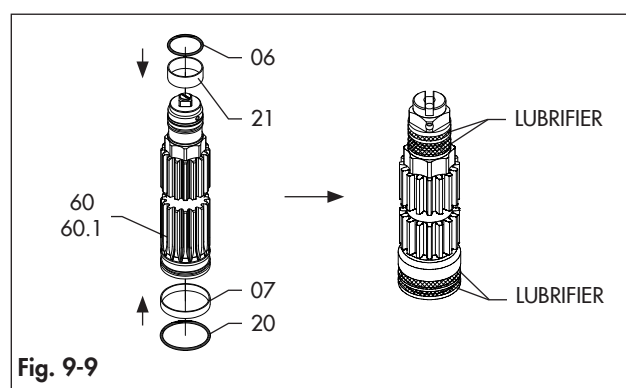
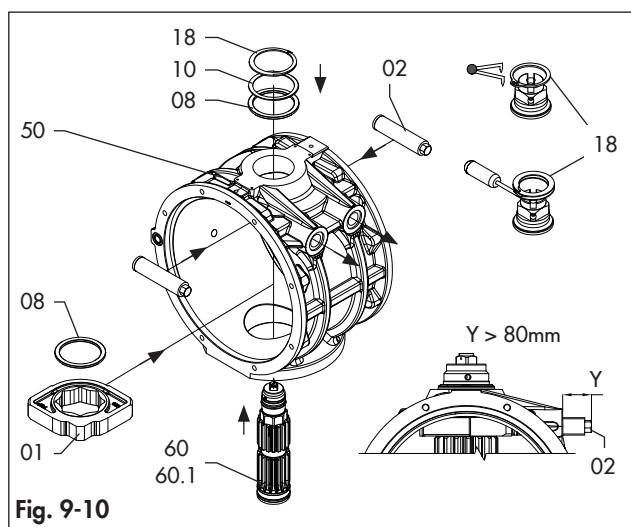
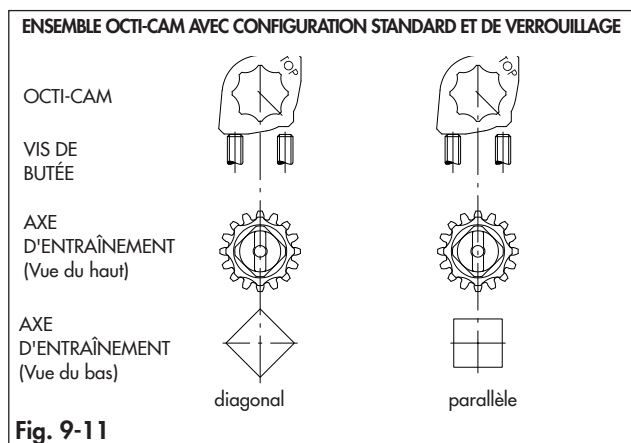

Fig. 9-9
Fig. 9-10
Fig. 9-11
Voir Fig. 9-1, Fig. 9-9, Fig. 9-10 et Fig. 9-11.
- Mettre en place le palier supérieur de l'axe d'entraînement (06) et le palier inférieur (07).
- Lubrifier et mettre en place le joint torique supérieur (21) et le joint torique inférieur (20) de l'axe d'entraînement.
- Lubrifier la surface extérieure des paliers et des joints toriques placés sur l'axe d'entraînement (60/60.1) conformément à la Fig. 9-9.
- Fixer les vis (02) depuis l'intérieur du corps (50) jusqu'à ce qu'elles sortent du corps sur au moins 80 mm. (Fig. 9-10)
- Introduire partiellement l'axe d'entraînement (60/60.1) dans le corps (50). (Fig. 9-10)
- Placer l'octi-cam (01) en faisant passer par le corps (50) sur l'axe d'entraînement (60/60.1). Voir la Fig. 9-11 pour le positionnement correct de l'octi-cam (01).
- Mettre en place la rondelle de butée interne (08).
- Introduire complètement l'axe d'entraînement (60/60.1) dans le corps (50).
- Installer la rondelle de butée d'axe externe (08) et la rondelle d'appui (10).
- S'assurer que l'octi-cam (01) est dans la bonne position selon la Fig. 9-11 se référant aux vis de butée (02).